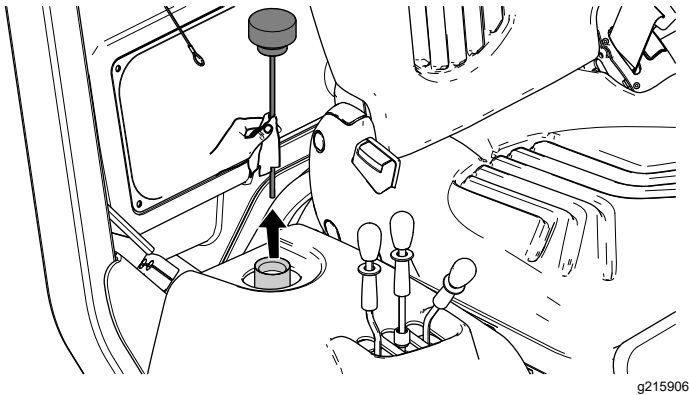

Figura 98
4. Îndepărtați joja de la rezervorul hidraulic și tergeți-o cu o lavetă curată (Figura 98).